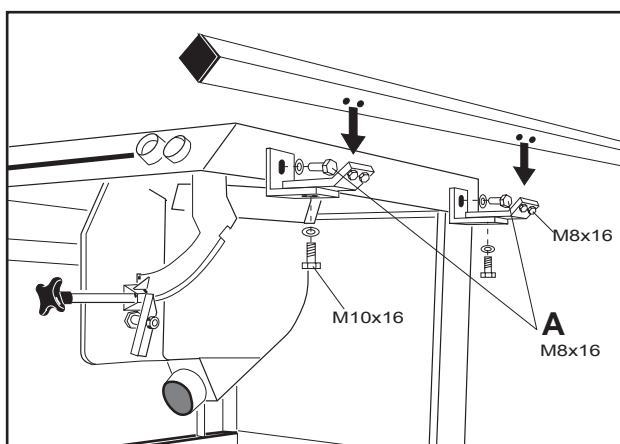

Fig. 1
- Kontrollera att klyvkniven sitter riktigt (fig 1).
- Fäst braketterna för styrskenan på sågen. Alla skruvar fästs löst. (fig. 1)
- Justera höjden på rullanlägget i plan med svängskivan på sågen med skruvarna A (fig.1).